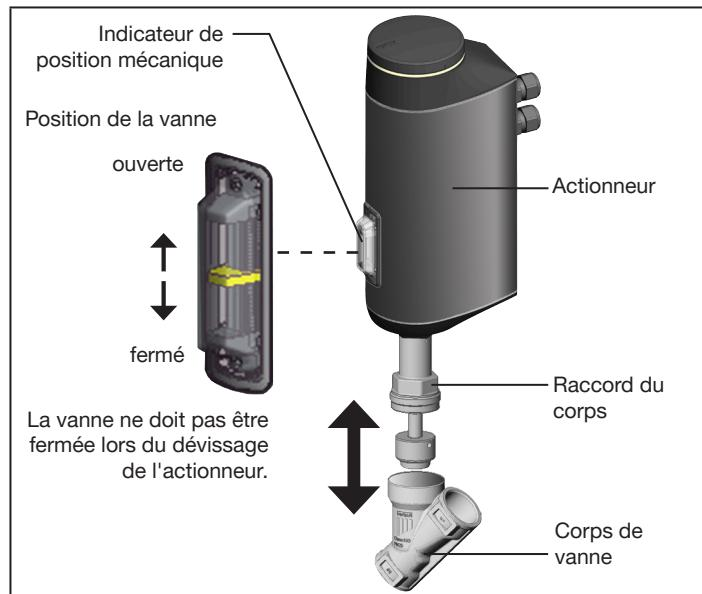

Fig. 8: Installation actionneur électromotorisé (exemple vanne de régulation à siège incliné)
- Placer le filetage extérieur du corps de vanne sur le filetage intérieur du raccord du corps de vanne. Voir « Fig. 8 » à la page 136.